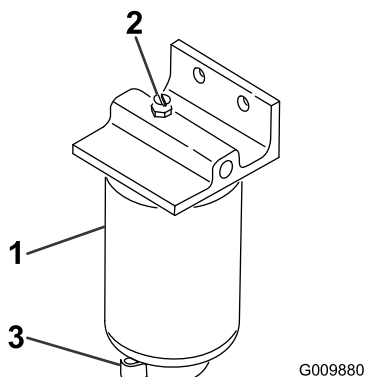

図 58
3. フィルタ容器(図 58)下部のドレンプラグをゆるめて水や異物を流し出す。
2. フィルタ容器(図 58)の周辺をウェスできれいにぬぐう。